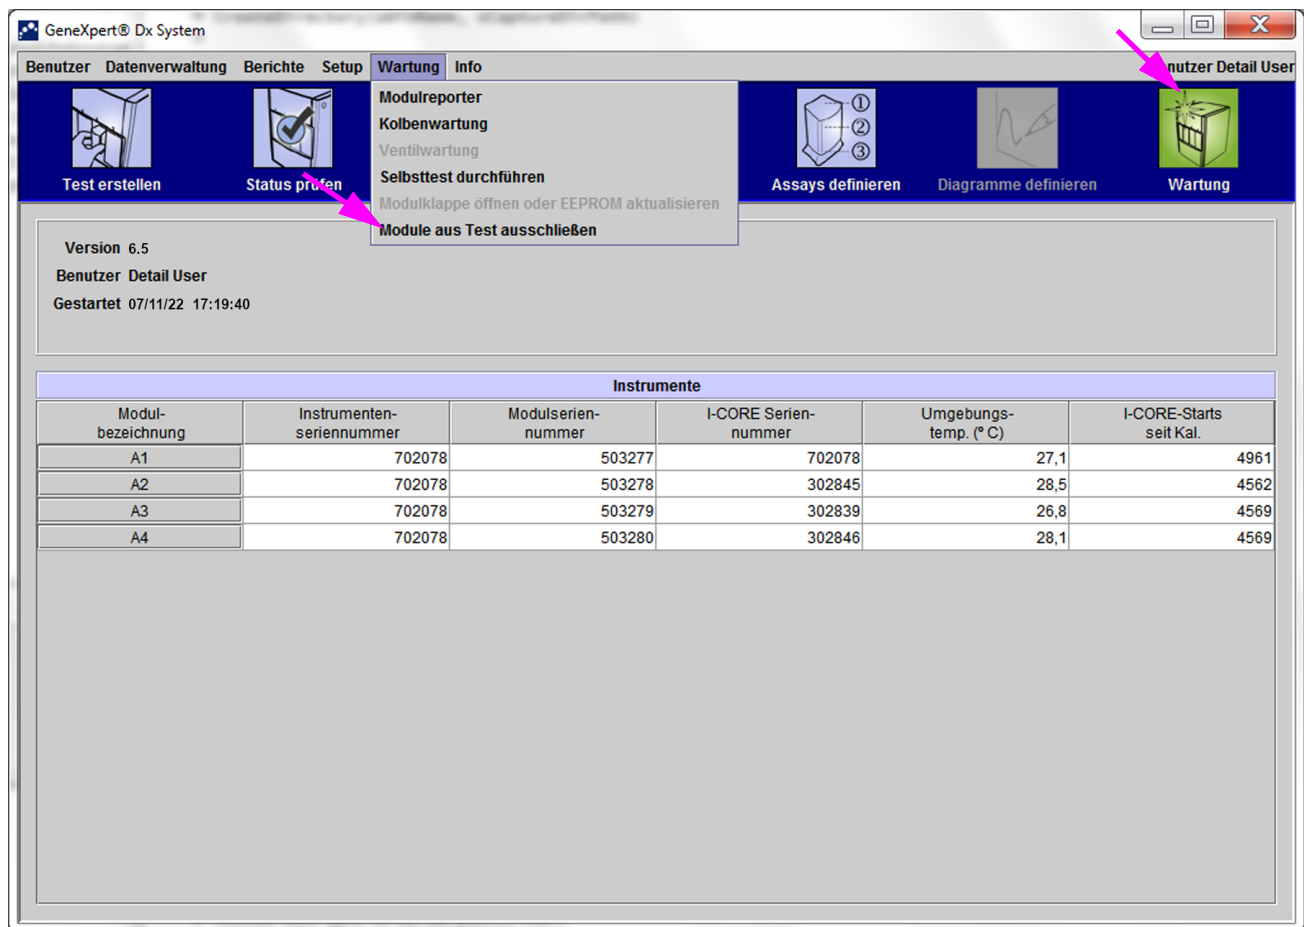

Abbildung 9-36. GeneXpert Dx System-Fenster
2. Klicken Sie im GeneXpert Dx System-Fenster auf das Symbol **Wartung**. Der folgende Bildschirm erscheint. Siehe Abbildung 9-36.
1. Klicken Sie im GeneXpert Dx System-Fenster auf das Symbol **Wartung**. Der folgende Bildschirm erscheint. Siehe Abbildung 9-36.